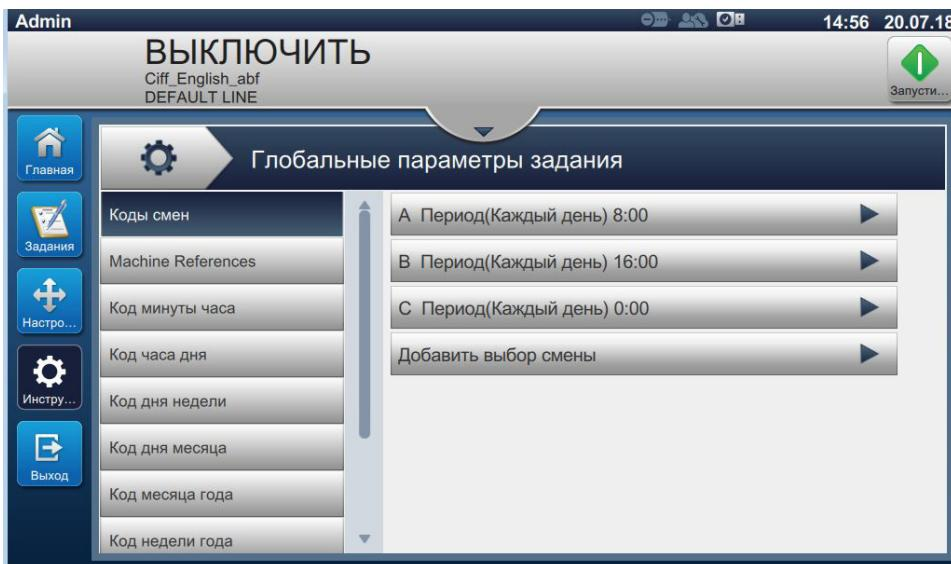

Рис. 6-15: Глобальные параметры заданий
- Нажмите кнопку на экране «Инструменты». Откроется экран «Глобальные параметры заданий», как показано на Рис. 6-15.